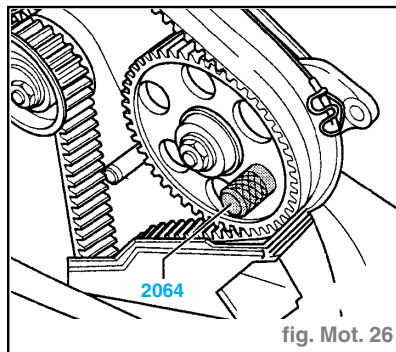

fig. Mot. 26
- Bloquer le pignon de pompe d'injection avec un mandrin d'arrêt (fig. Mot. 26).